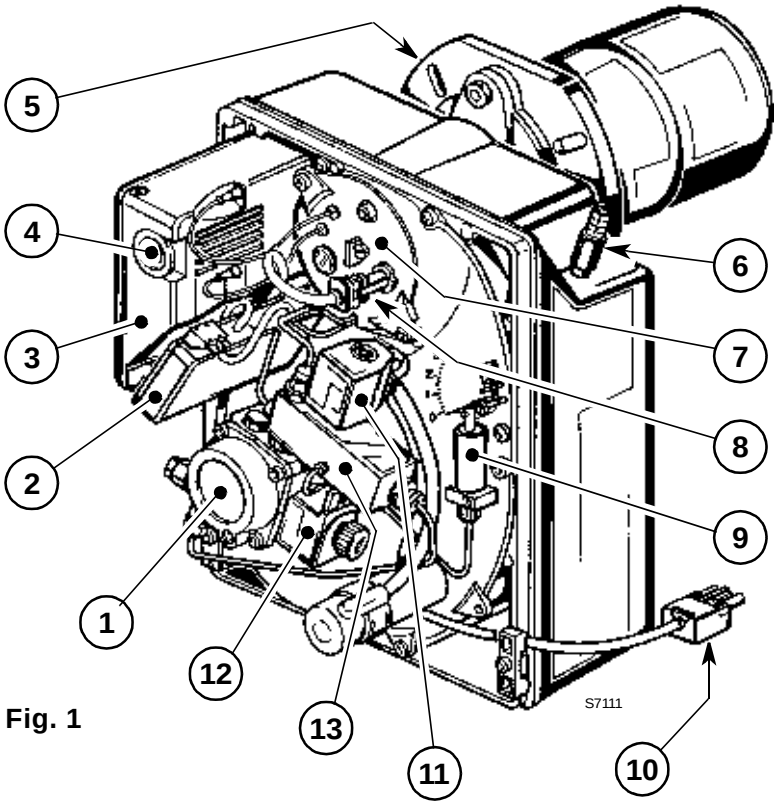

Fig. 1
故障通常会造成为位于控制盒 (4, 图 . 1, P. 1) 复位按钮键中的锁定指示灯亮。
B 由控制盒上的信号灯指示燃烧器锁定 (4, 图 . 1, 页 1).
- 清理光电管，(8, 图 . 1, P. 1)。